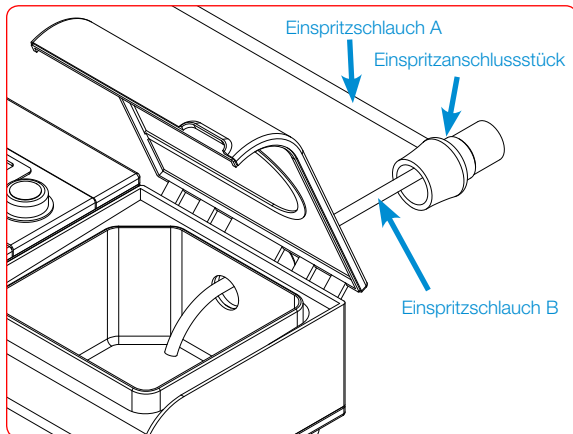

Figure 2. Anschließen des Einspritzanschlusses
1. Positionieren Sie das Einspritzanschlussstück am Anschluss Ihres Befeuchters (wo zuvor der PAP-Schlauch angeschlossen war) und führen Sie den kleineren Einspritzschlauch B in das Reservoir ein (Abbildung 2). Das Ende des Schlauchs muss sich über der Heizplatte befinden.